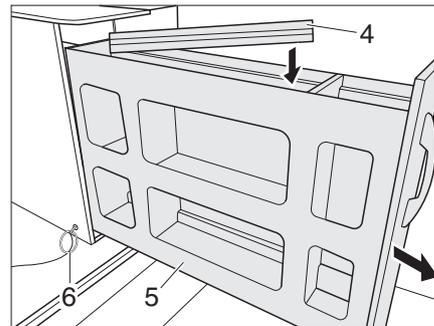

Fig. 53 Stivare i listelli di appoggio
- ▶ Tirare l'occhietto (Fig. 53,6). L'arresto dell'armadio estraibile è sbloccato.
- ▶ Aprire l'armadio estraibile (Fig. 53,5) sul lato destro del veicolo e stivare i listelli di appoggio (Fig. 53,4).